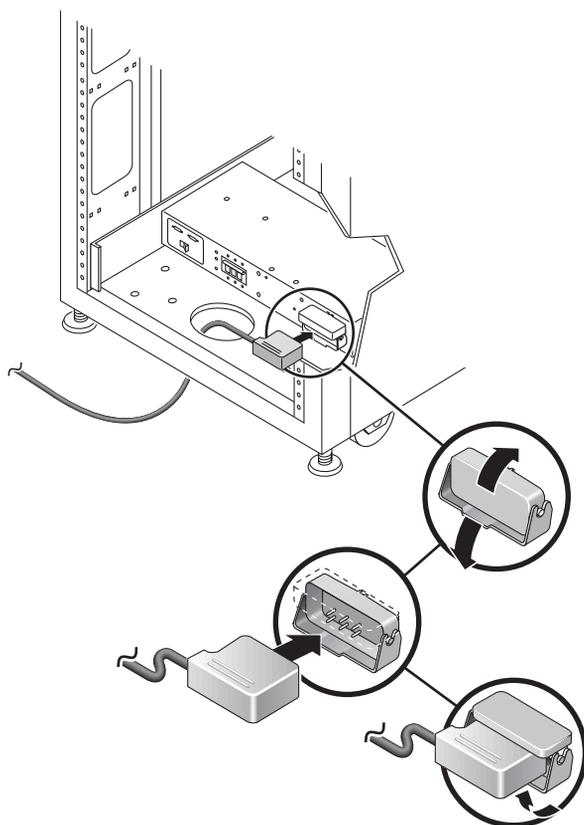

図 B-8 電源ケーブルの接続
4. ベースキャビネットの正面および背面の電源シーケンサに各電源ケーブルを接続します (図 B-8)。